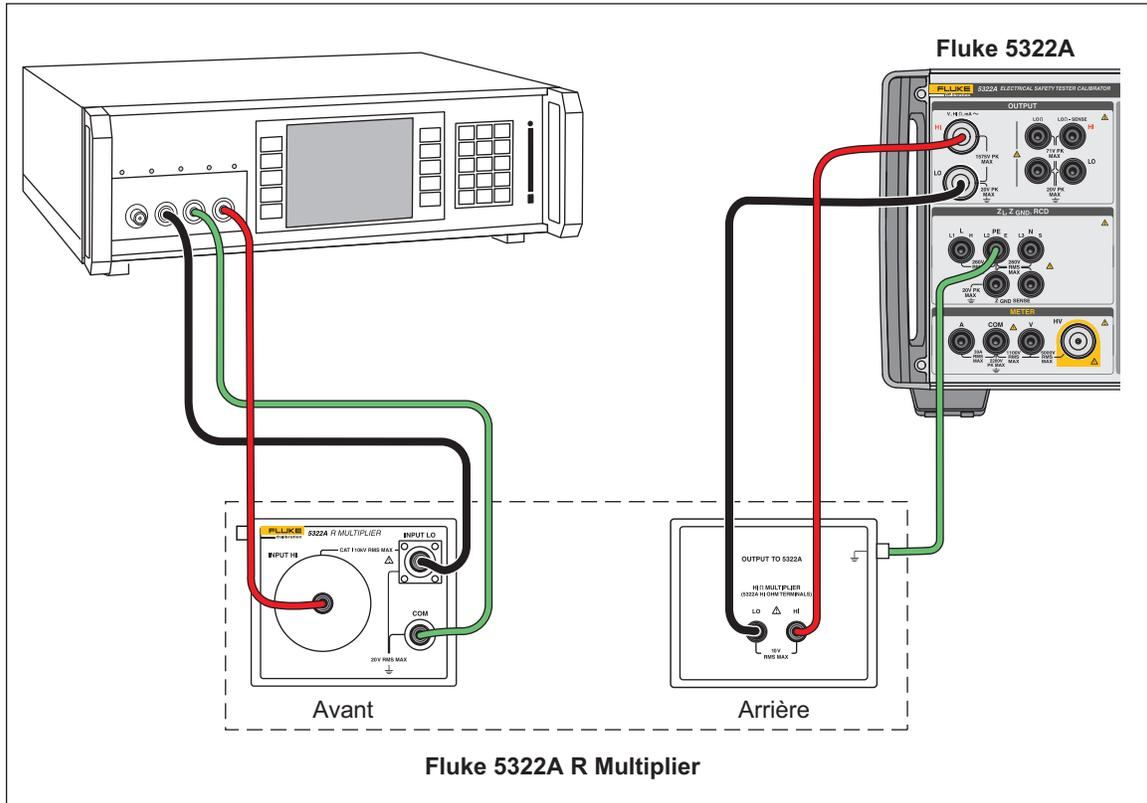

Figure 37. Raccordements sur le testeur de prototype lors de l'utilisation de l'adaptateur du multiplicateur de résistance
2. Connectez l'appareil testé à l'adaptateur du multiplicateur de résistance et au produit, comme illustré sur les figures 37 et 38.